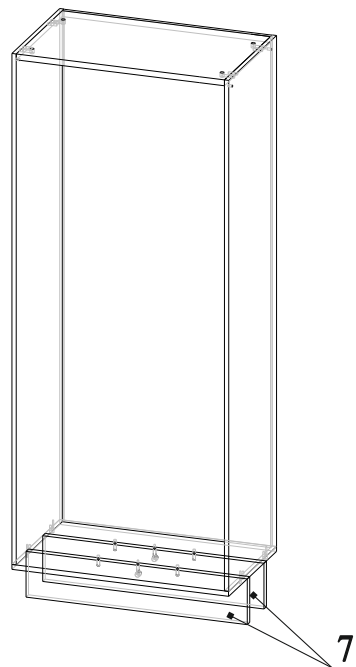

Рис.12
20. Соединить детали 7 с деталью 6, затянуть эксцентрики по часовой стрелки до упора (рис.12);